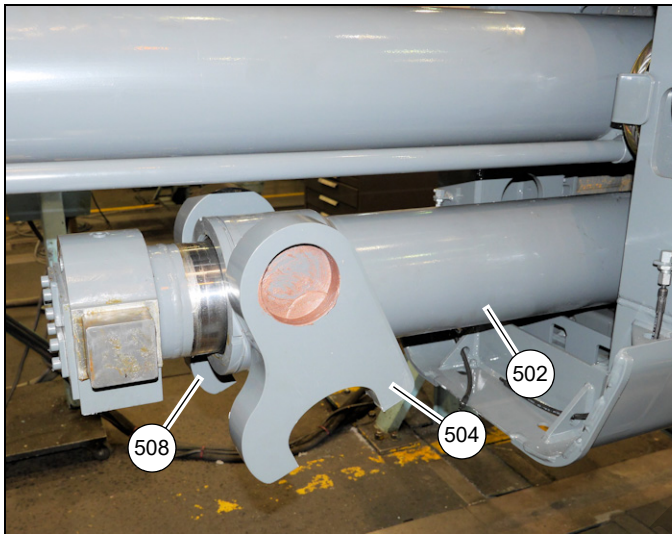

FIGURA 4-25
35. Retire dos placas (504, 508) de las orejetas del cilindro telescópico N.º 1 (502) (vea la Figura 4-25).